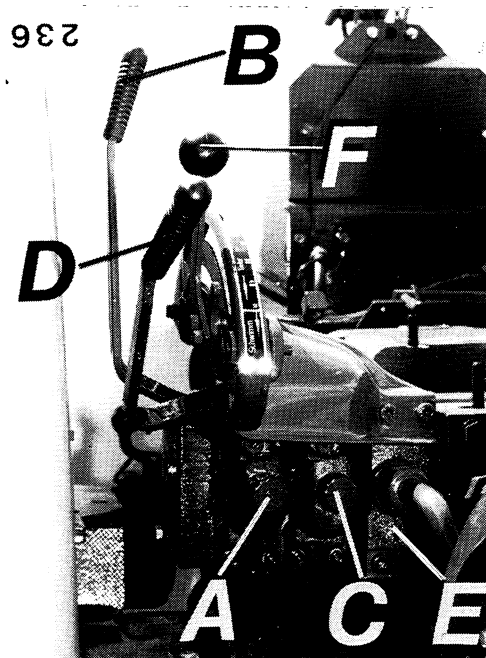

Abb. 21
c) HY/SRZ-Zusatzventile (Abb. 21)